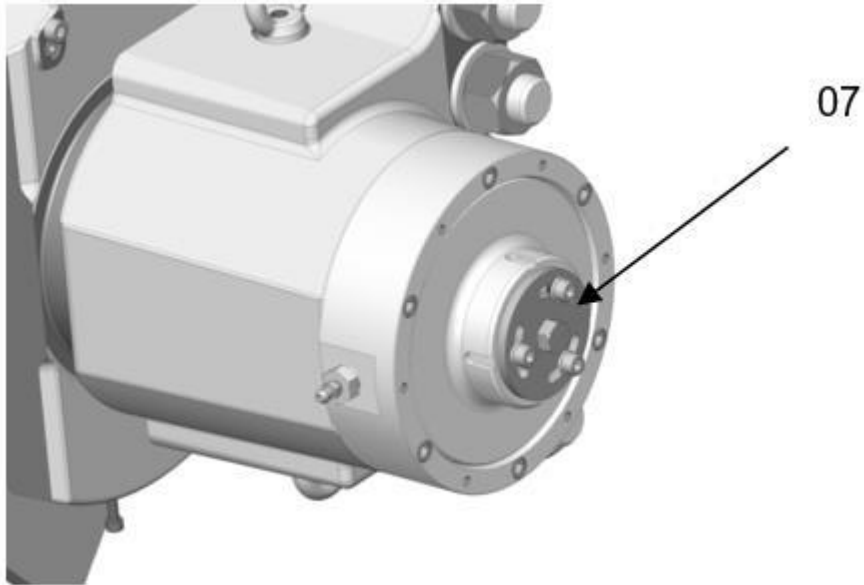

Bild 5.3
4. Entfernen Sie die Sicherungsscheibe **07** Bild 5.3, indem Sie die 3 Schrauben lösen.